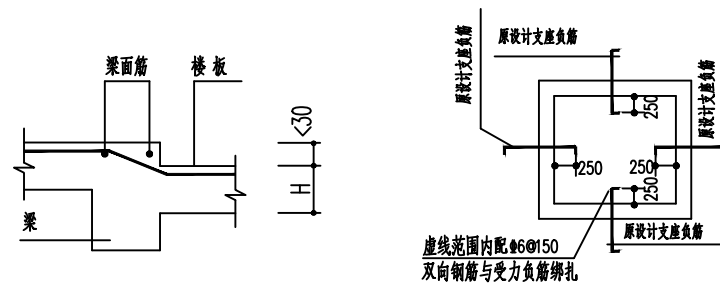

图 1 高低板负筋构造
- (5) 板的支座负筋一律采用直钩，伸入支座的长度一般至梁外皮保护层内且不小于受拉钢筋的锚固长度，当梁两面不等高时按图 1 施工。